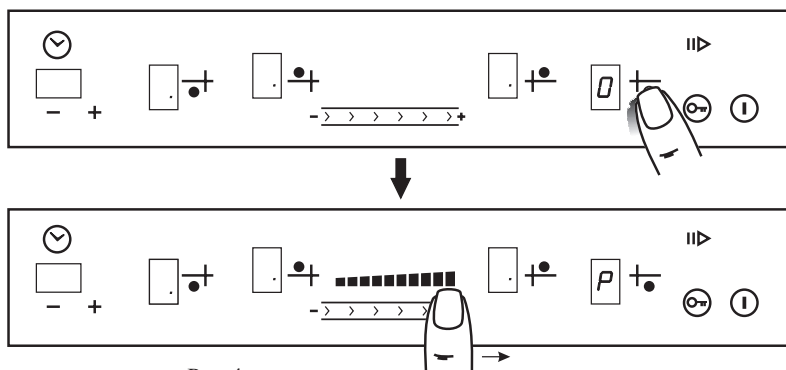

Рис.4
1. Коснуться зоны «0» с обозначением выбранной конфорки, после чего конфорка перейдет в режим управления. В соответствующем окне индикации загорится «0» (рис.4), во всех остальных окнах загорится точка.